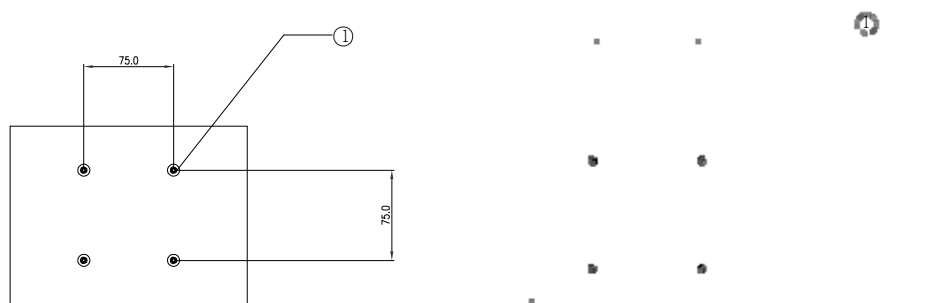

Figura 2-2: Plantilla de montaje posterior (no a escala)
3. Fije el monitor a la pared según la plantilla mostrada en la *Figura 2-2*. Pase los cables a través de la abertura de acceso para cables.